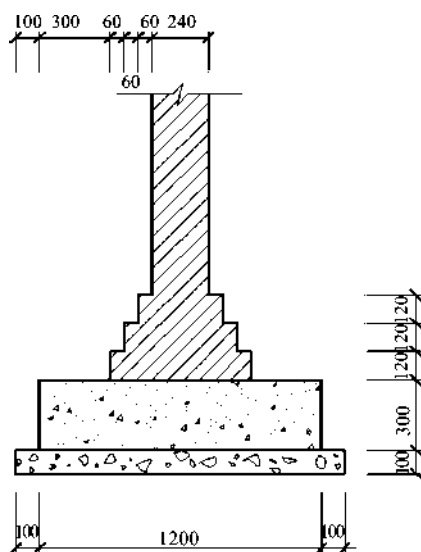

图 1-143 习题 12
12. 按图 1-143 规定尺寸精确绘图, 要求图形层次清晰, 图层设置合理。基础轮廓线应有一定的宽度, 宽度自行设置。